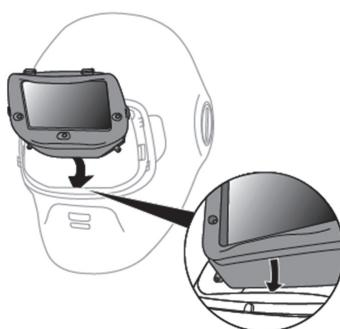

図9a
- ① 溶接フード側の突起に3M™ スピードグラス™ 液晶フィルターの下側を差し込み（図9a）、“カチッ”という音がするまで液晶フィルターを押し込んで固定します（図9b）。